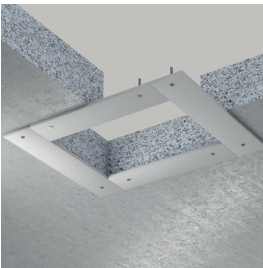

Bild 3: Aufleistung für Massivdecke
- / Beim Einbau in Massivwände und -decken dürfen anstelle des Rahmens Aufleistungen (Breite min. 50 mm) aus nichtbrennbaren Bauplatten verwendet werden (s. Bild 3). Die Aufleistungen müssen in Wänden beidseitig symmetrisch montiert werden. In Massivdecken ist die Anordnung frei wählbar.